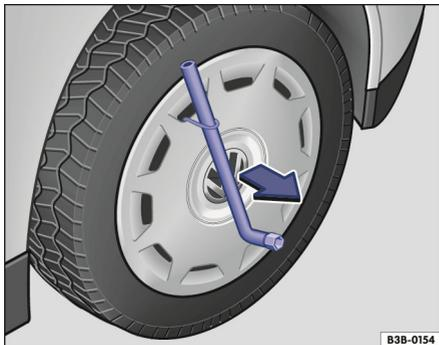

Fig. 1 Retirar a calota integral.
- Passar a chave de roda pelo gancho extrator → Fig. 1 e puxar a calota para fora no sentido da seta.